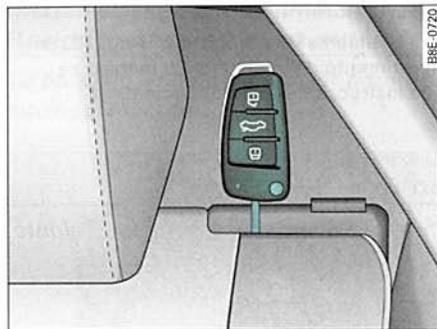

Fig. 105 Bloquear el respaldo
- Gire la llave hacia la izquierda en la cerradura de la palanca de desbloqueo ⇒ fig. 105.